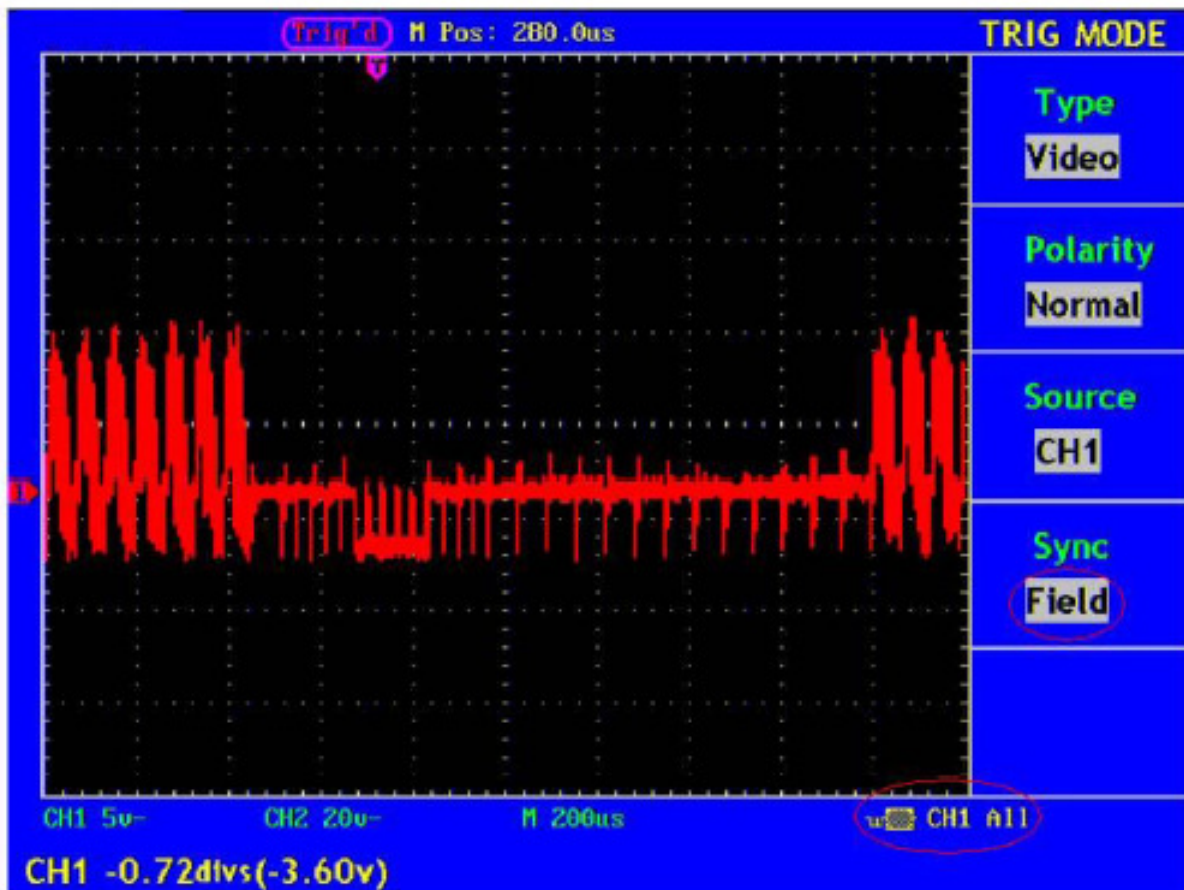

Abb. 64 Wellenform, erzeugt durch Videofeldtrigger
6. Betätigen Sie die Einstellknöpfe **VOLTS/DIV**, **VERTICAL POSITION** und **SEC/DIV**, um die Wellenform entsprechend anzuzeigen (siehe Abb. 64).